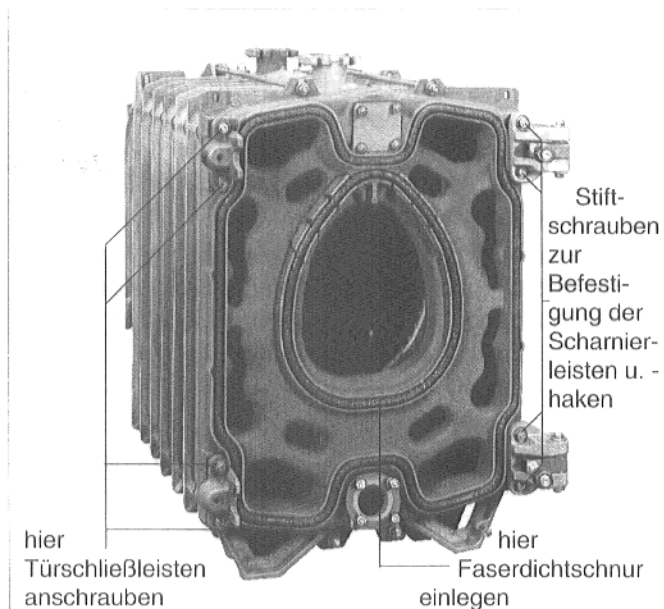

Abb. 22
- **Scharnierleiste mit Scharnierhaken und Bolzen** rechts oben und unten auf die Stiftschrauben (Abb. 22) schieben, Unterlegscheiben auf die Stiftschrauben stecken und mit je einer Mutter pro Stiftschraube anschrauben.
- **Türschließeisen** auf der linken Vordergliedseite oben und unten auf die Stiftschrauben schieben, Unterlegscheiben auf die Stiftschrauben stecken und mit je einer Mutter pro Stiftschraube anschrauben (Abb. 22).
- **Brennertür:** Vordere Mutter (M 24) mit Unterlegscheibe vom Scharnierhaken abdrehen (Abb. 22 u. 24).
- In den **inneren und äußeren Dichtnutring im Vorderglied** (Abb. 22) sind in gleichmäßigem Abstand Tupfer des mitgelieferten Klebers aufzubringen und dann eine Faserdichtschnur (18 mm Durchmesser) in die beiden Dichtnuten einzulegen.